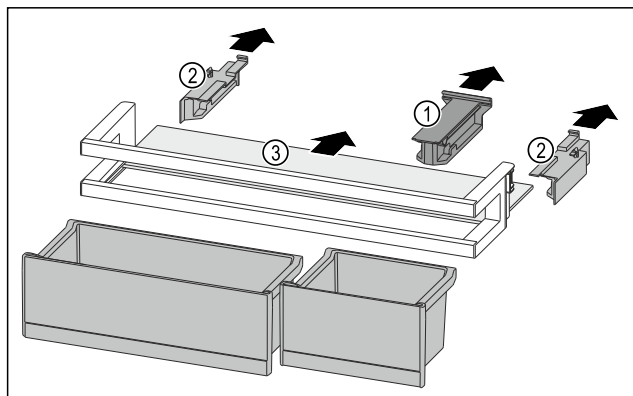

Fig. 165
- ▶ Снимите крепление Fig. 165 (1).
- ▶ Снимите боковые части Fig. 165 (2).
- ▶ Извлеките съемную полку Fig. 165 (3).